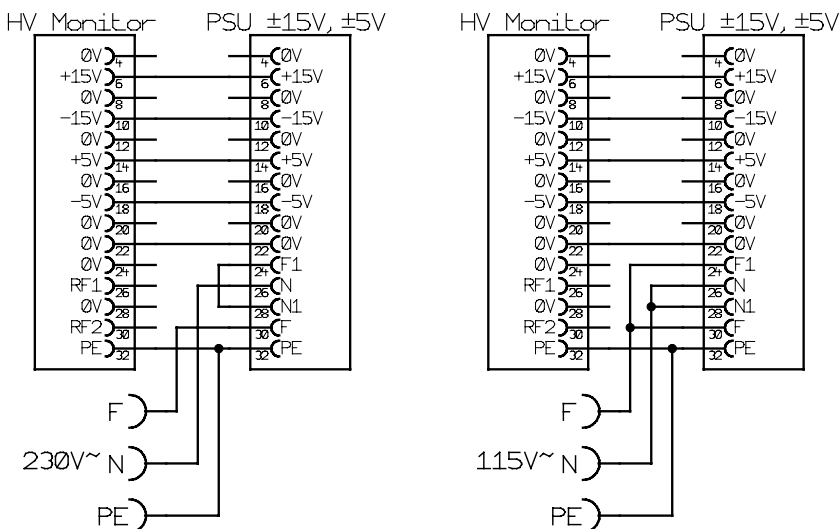

Abb. 10. Kabel zur Verbindung des Moduls *HV Monitor* und des Netzteils *PSU ±5V, ±15V* zur Durchführung der Einstellungen.
4. Verbinden Sie mit Hilfe von zwei Steckverbindern das Modul *HV Monitor* mit dem Netzteil *PSU $\pm 5V$, $\pm 15V$* , um eine Stromversorgung für das einzustellende Modul zu gewährleisten. Schließen Sie an den Steckverbinder des Netzteils *PSU $\pm 5V$, $\pm 15V$* ein Netzkabel an (siehe Abb. 10).